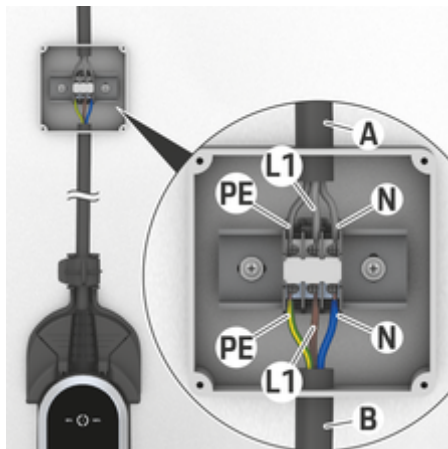

图 14 固定连接盒的接头（单相）
将控制单元 B（图 14）的电缆连接到固定连接 A（图 14）的端子时，请遵守指定的顺序。
2. 将保护导体 PE（图 14）连接到固定连接的 PE（图 14）端子。
3. 将零线 N（图 14）连接到固定连接的 N（图 14）端子。
4. 将火线 L1（图 14）连接到固定连接的 L1（图 14）端子。